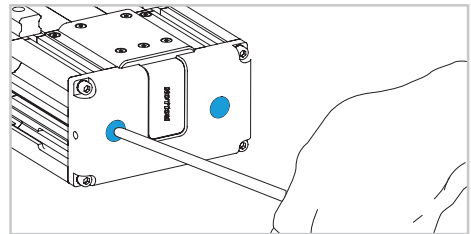

Abb. 10
- 11) Entfernen Sie die Schrauben der Umlenkriemenscheibe (Abb. 10).